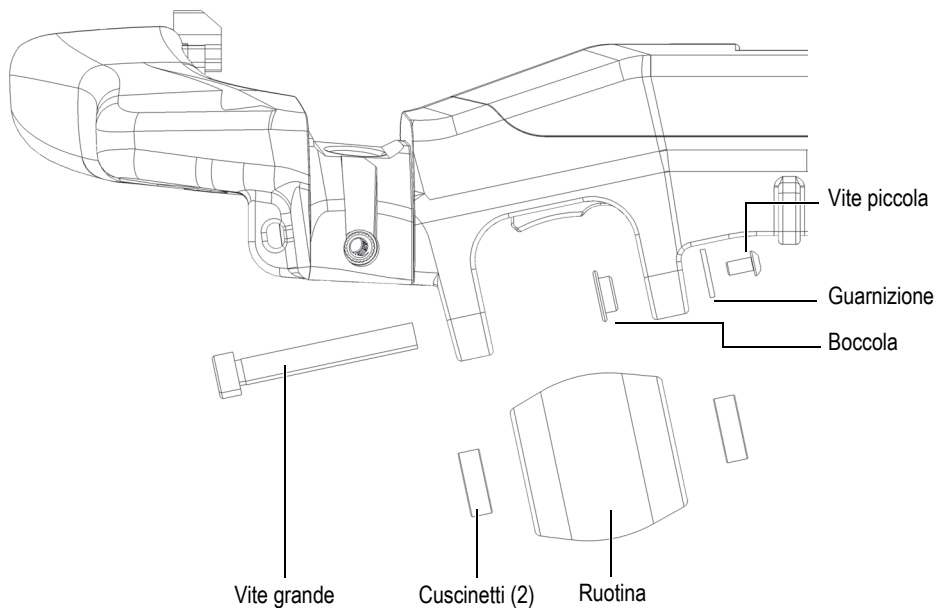

Figura 5-2 Rimozione della ruotina: componenti
2. Rimuovere la ruotina e fare attenzione alla boccola interna che potrebbe cadere (Figura 5-2 a pagina 80).
3. Prima di montare la nuova ruotina, assicurarsi di posizionare correttamente i cuscinetti su entrambi i lati, di inserire la boccola nel foro più centrale e di posizionare la guarnizione nella vite piccola come illustrato nella Figura 5-2 a pagina 80.